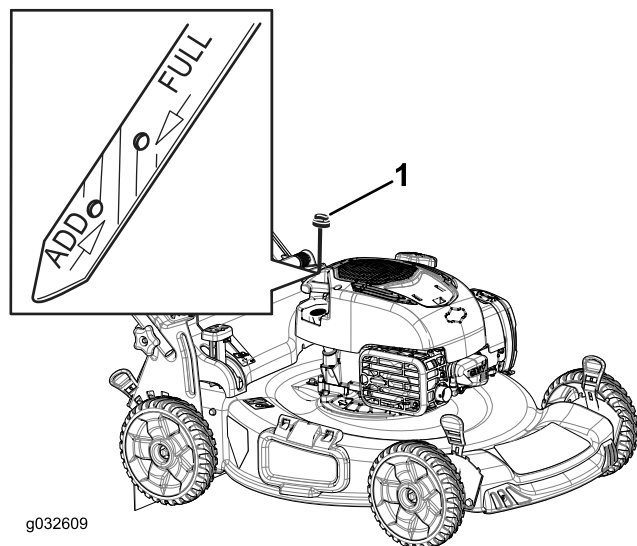

Figure 34
3. Retirez la jauge (Figure 34).
10. Relevez le niveau d'huile indiqué sur la jauge (Figure 34).